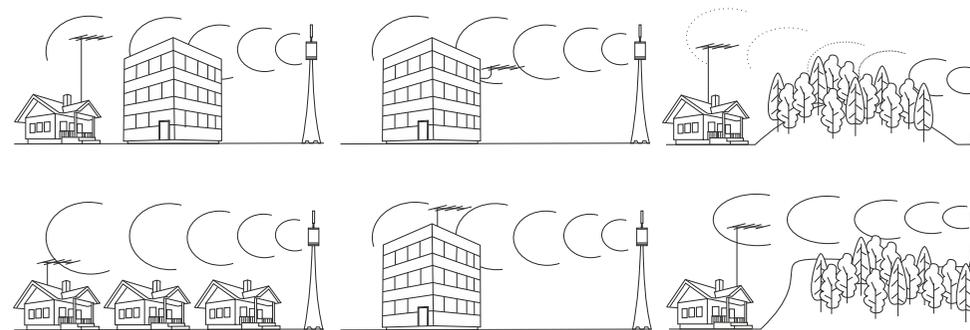

Рис. 6 Варианты правильной установки антенны
6.7 При выборе места установки антенны и ориентации ее в пространстве, обратите внимание на рекомендации, показанные на рис.6